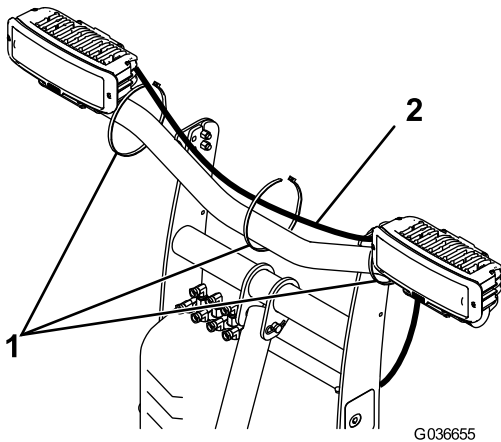

Bild 12
6. Stecken Sie die Scheinwerferanschlüsse am Kabelbaum in die Rückseite des Scheinwerfergehäuses (Bild 12). Verbinden das kurze Kabel mit dem linken Scheinwerfer und das lange Kabel mit dem rechten Scheinwerfer.
7. Befestigen Sie den Kabelbaum mit drei Kabelbinden an der Scheinwerferleiste, wie in Bild 12 dargestellt.